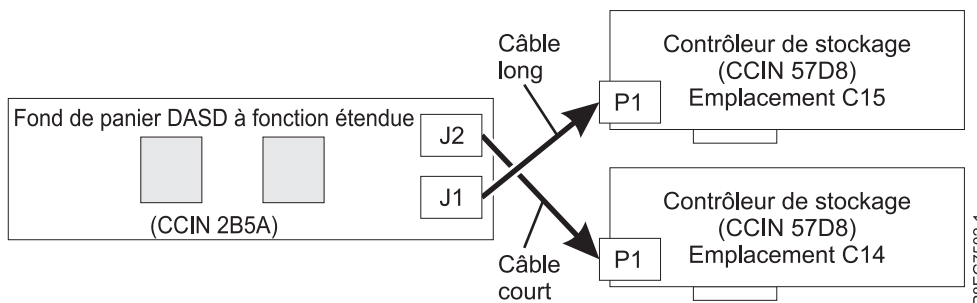

Figure 22. Reconnexion du câble SAS dans un configuration à fonction étendue
- Le câble SAS long relie le connecteur de fond de panier d'unité de disque inférieur (J1) au connecteur P1 sur la carte SAS RAID interne dans l'emplacement P1-C15. Pour plus d'informations, voir figure 22.